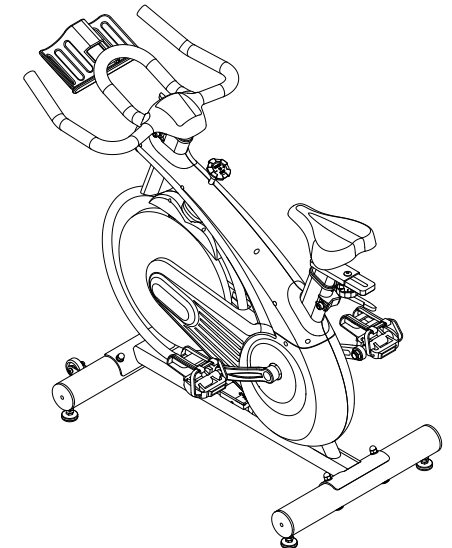

Figure 6
6. Сборка тренажера завершена, как показано на рис. 6.